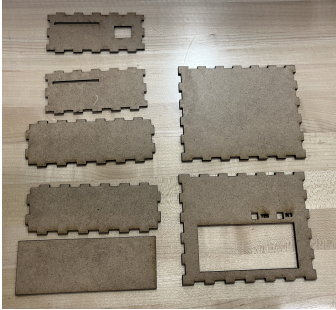

Figure 2.2
- b) En vous fiant sur la **Figure 2.2** assurer de coller les morceaux à la bonne place **sans coller immédiatement le couvercle** (Pour ceci utiliser la colle trouver dans le kit)